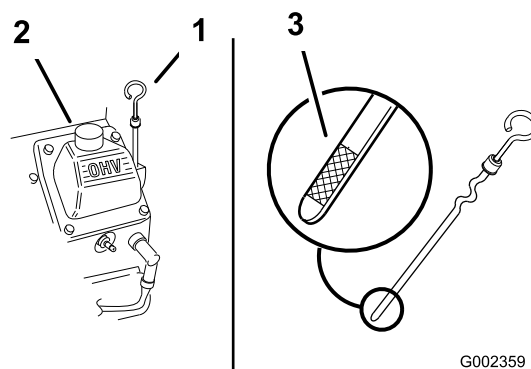

Figura 152
1. Limpie la zona alrededor del tapón de llenado de aceite y la varilla (Figura 152).